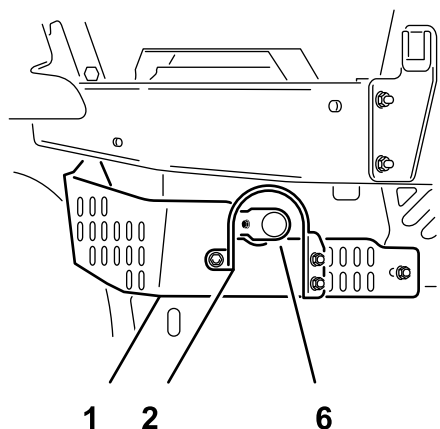

Figura 10
- 1. Allineate il foro della flangia sinistra del carter dello scarico con il foro della piccola area angolare della protezione del motore, come illustrato in Figura 9 per i **tosaerba nazionali (USA)** o in Figura 10 per i **tosaerba internazionali (TE)**.
Per i tosaerba internazionali (TE), allineate i fori della flangia destra del carter dello scarico con le 2 scanalature più verticali a sinistra sul retro della protezione inferiore sinistra del motore (Figura 10).
3. Fissate il ca alla protezione del motore con i 3 bulloni flangiati a testa esagonale (3/8" x 1") e 3 dadi flangiati (3/8") (Figura 9 per i **tosaerba nazionali (USA)** o Figura 10 per i **tosaerba internazionali (TE)**).